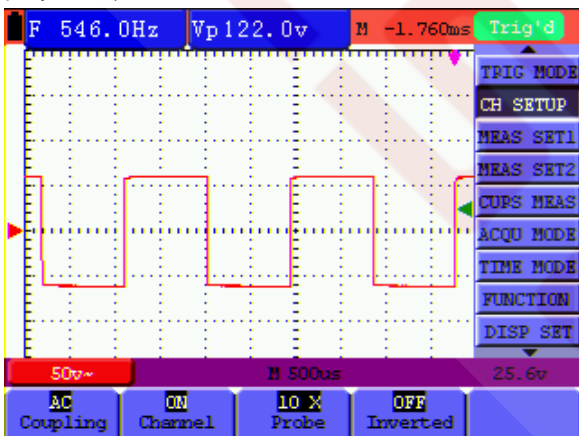

Рисунок 16. Обращение осциллограммы
3. Нажмите кнопку **F4**, чтобы установить значение **ON** для опции «Inverted». На экране отобразится обращенная осциллограмма. (см. рисунок 16)